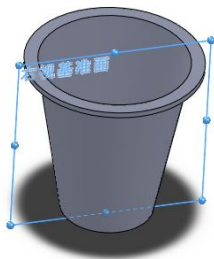
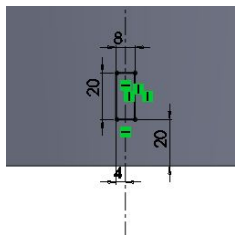

图 6-59 选择右视基准面
图 6-60 绘制矩形
(1) 在【特征管理器设计树】中选择【右视基准面】，绘图区显示如图 6-59 所示。
(2) 单击【特征】工具栏中的 【拉伸切除】按钮，进入草绘状态，单击 【正视图于】按钮，进行草绘。
(3) 单击【草图】工具栏中的 【边角矩形】按钮，绘制一个矩形，并标注尺寸，如图 6-60 所示。